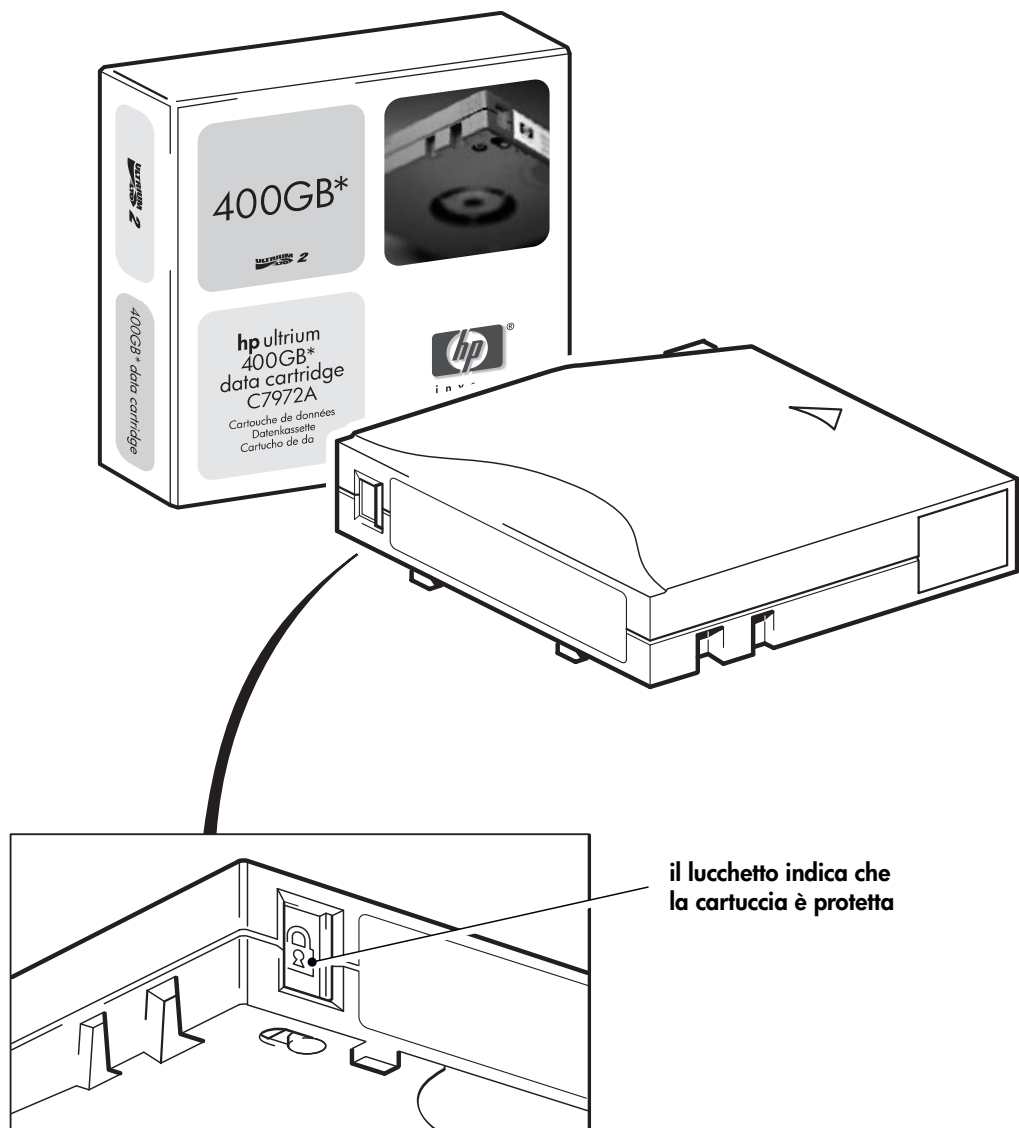

Figura 11: protezione da scrittura delle cartucce
- Per consentire la scrittura su una cartuccia, prima di caricarla nell'unità, far scorrere la linguetta rossa fino ad aprire il foro. La Figura 11 indica la posizione della linguetta per la protezione da scrittura.